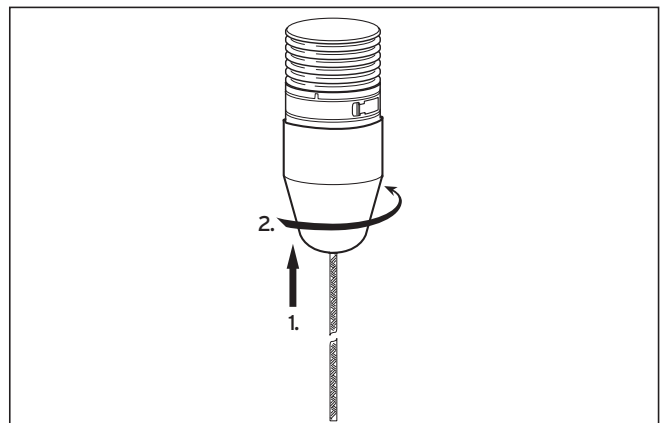

Fig. 4.57 Fixation de l'aide au montage
- Fixez l'aide au montage sur l'élément emboîtable (→ **Fig. 4.57**). N'essayez en aucun cas d'extraire le conduit des fumées flexible par la cheminée d'aération sans l'outil de montage !